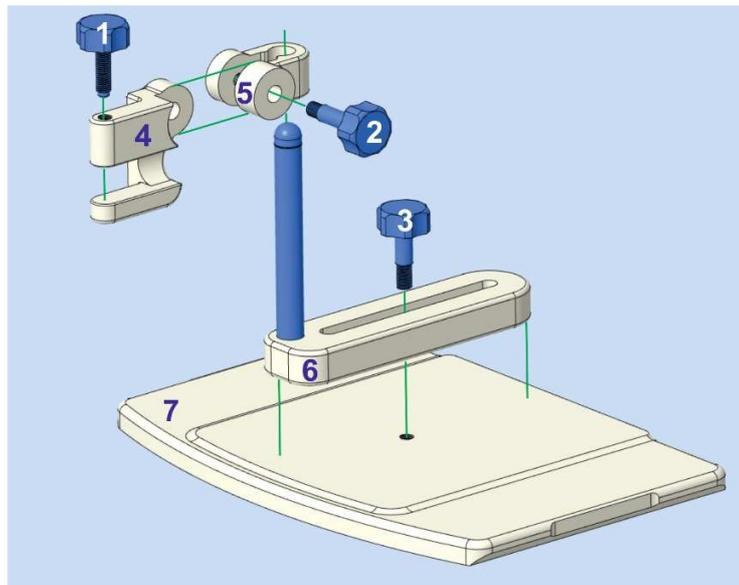

Figura 13: Desmontado ER Coil Support.
- b. Desmonte o ER Coil Support de acordo com a Figura 13.